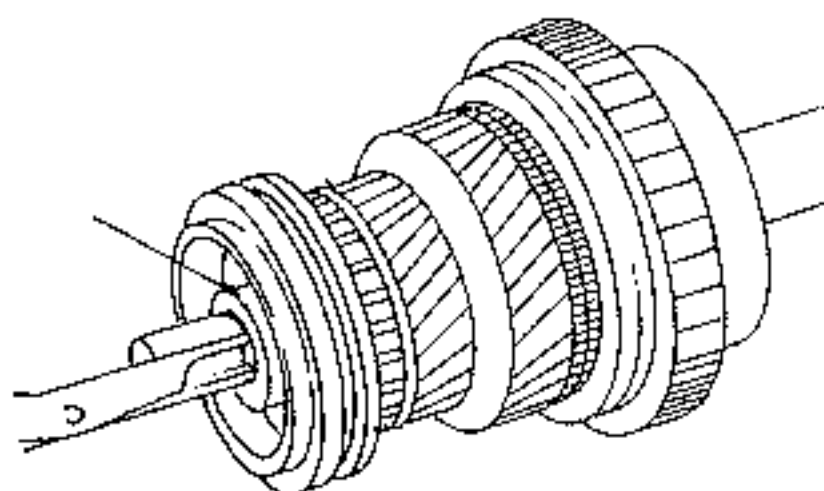

Bild 77
- Die drei Schaltsteine einschieben (Bild 77) und die Synchronfedern so einsetzen, dass die Enden der Federn im gleichen Schaltstein sitzen.
- Bild 77 zeigt die zusammengebaute Hauptwelle. Teile mit dem Sicherungsring (3) befestigen. Alle Teile gut einölen.